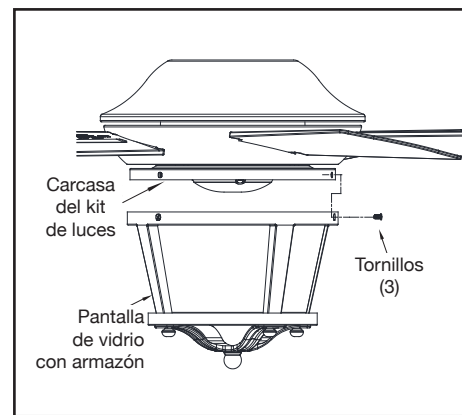

Figura 15
5. Quita tres tornillos del costado de la carcasa del kit de luces. Alinea los tres orificios de tornillos en la armazón con los orificios de la carcasa del kit de luces. Vuelva a instalar los tornillos en los tres orificios y apriétalos firmemente para asegurarlos. (Figura 15)